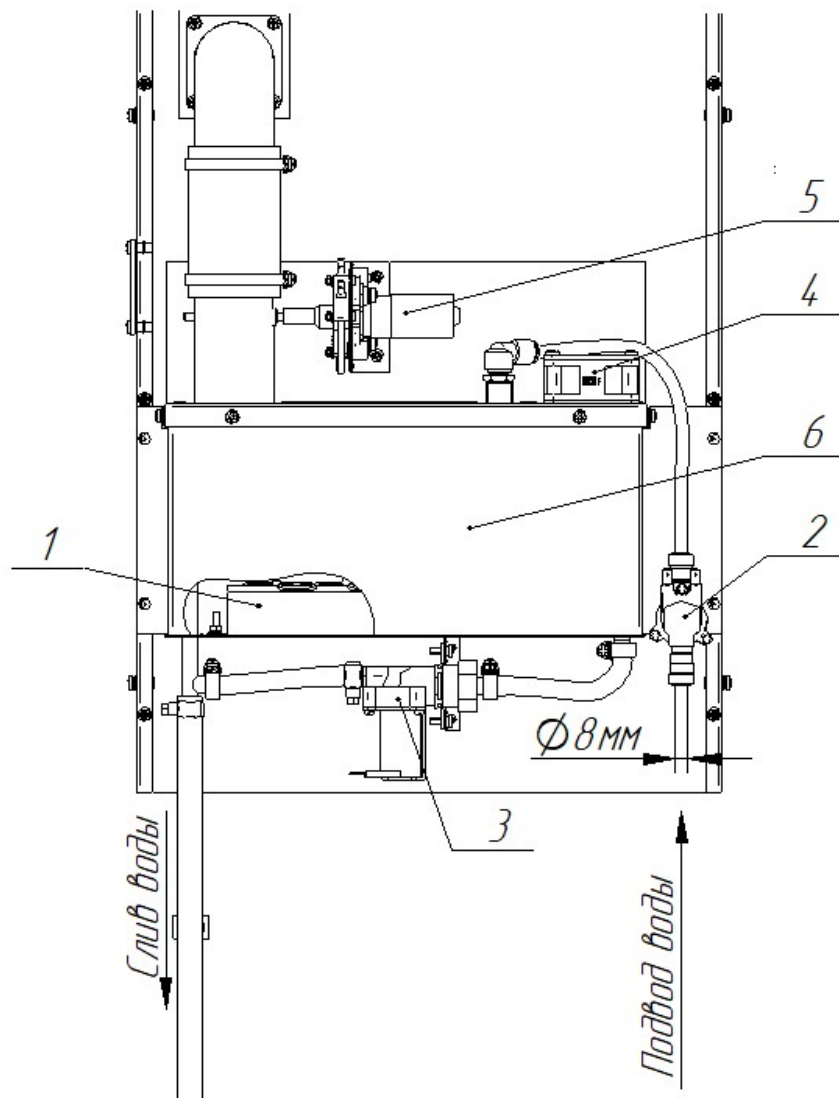

Рис. 5 Устройство пароувлажнителя
Внимание! Пароувлажнитель работает на отфильтрованной, дистиллированной или деминерализованной воде. Использование водопроводной неочищенной воды не допускается! Это приведет к выходу из строя модуля пароувлажнителя поз. 1 (рис. 5).
16. паровлажнителя (для ШОК-20-1/1ПМ-01 рис. 5)